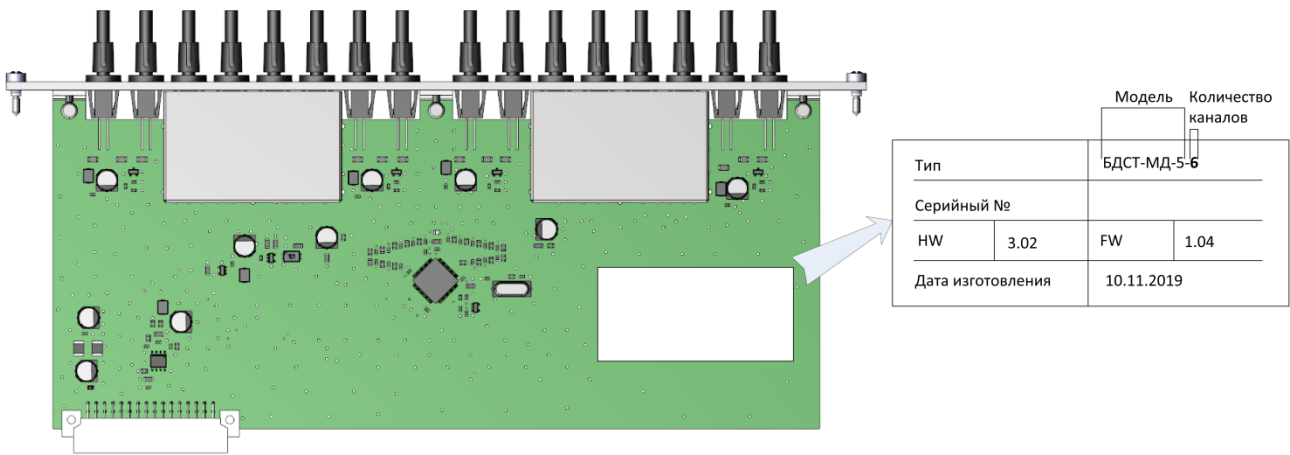

Рисунок 3.3 – Маркировка блока БДСТ
- в) Руководствуясь содержимым п. 3.4.1 в части демонтажа блоков снимите панели-заглушки на требуемых посадочных местах. Если в устройстве установлен блок БДСТ с числом каналов для подключения менее 8 (крайний правый в ряду), то потребуется его демонтаж. В ряде случаев в устройстве может быть установлен БДСТ имеющий 8 каналов, но программно настроенный на меньшее количество каналов. Количество поддерживаемых БДСТ каналов может быть уточнено по специальной маркировке, нанесенной на плату блока (см. рис.3.3).